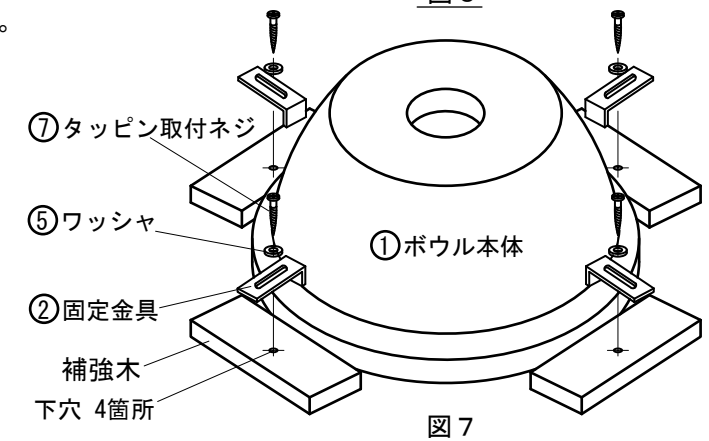

図7
②固定金具⑤ワッシャ⑦タッピン取付ネジの順番で①ボウルを取付し仮固定します。次にカウンター表面よりボウル位置を確認し、ズレを調整後、⑦タッピン取付ネジを増し締めし完全に固定します。(図7参照)